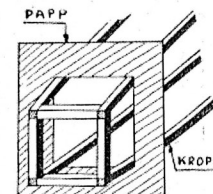

Fig. 2.
På spantene limes de øverste og nederste tverrlistene (C) før kroppen settes sammen. — Kroppssider og spanter skal limes sammen, og til det kan en bruke pakkestrikk som tres over ved hvert spant, eller med maler av papp (se fig. 2).